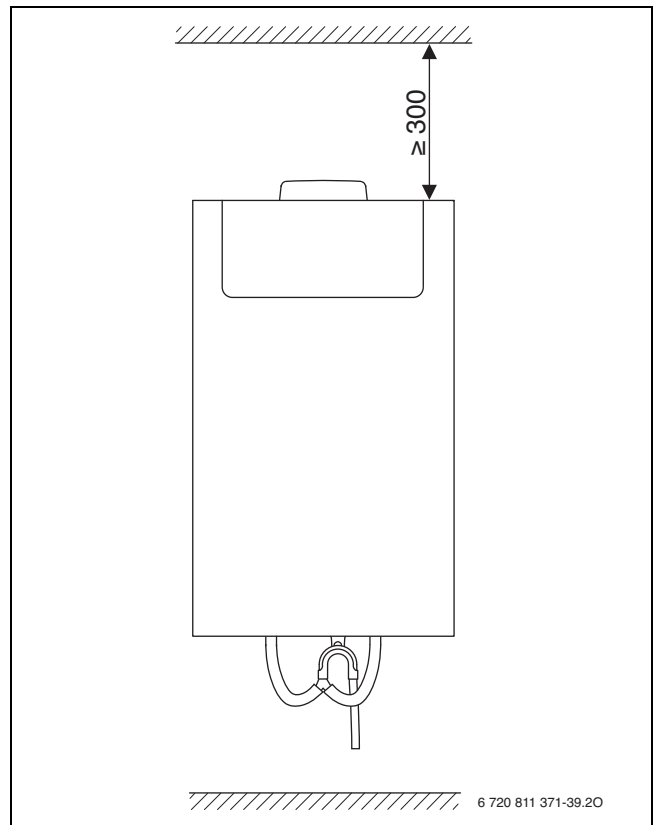
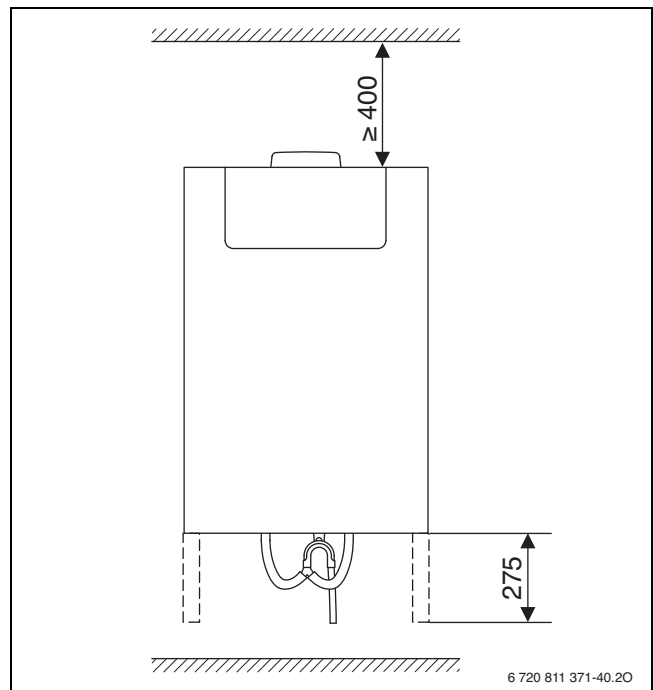

Bild 21 HRV2-140 (S)
Bild 22 HRV2-230 (S), HRV2-350 (S)
- Mindestabstände zu Wänden, Decke und Boden beachten (→ Bild 21 bzw. Bild 22). Der Mindestabstand vor dem Gerät beträgt 650 mm.